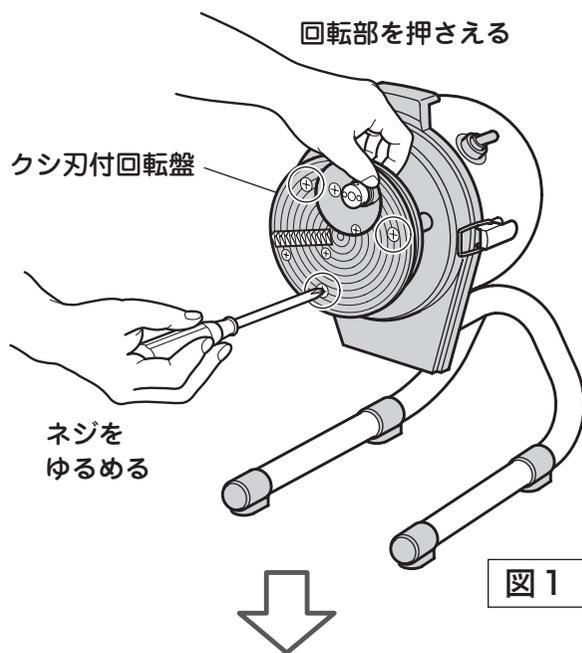

図1
② クシ刃付回転盤が回らないように回転部を押さえながら、付属のドライバーでネジ3本をゆるめてください。(図1)
③ クシ刃付回転盤を取り外します。